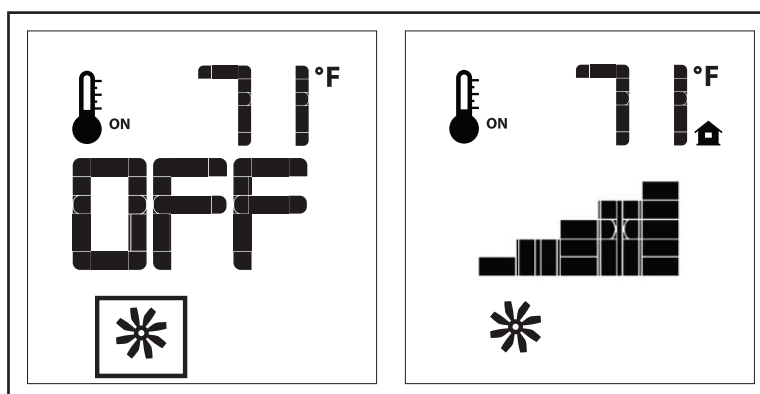

Figure 12: Contrôle du ventilateur
Cette cheminée vient avec un ventilateur de convection qui peut être commandé avec le transmetteur. La vitesse du ventilateur peut être réglée à six (6) vitesses. Pour contrôler le ventilateur, appuyez sur la touche MODE (Figure 5) pour indexer l'icône de contrôle du ventilateur (Figure 12). Utilisez les touches fléchées HAUT / BAS pour allumer, éteindre ou régler la vitesse du ventilateur (Figure 12). Un seul bip de l'IFC confirmera que la commande a été reçue.